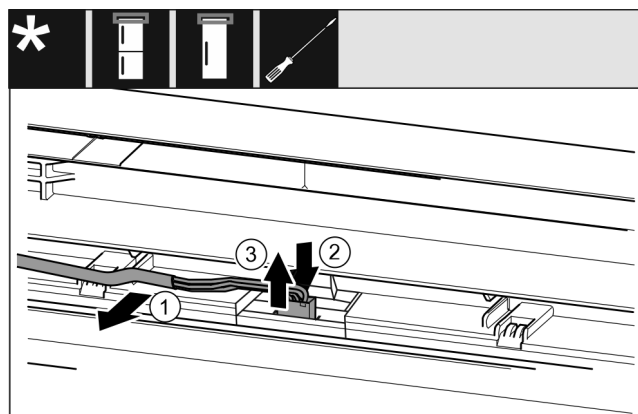

Fig. 7
- ▶ Iz vodila v vratih previdno potegnite sivi kabel. Fig. 7 (1)
- ▶ Spono za vtičem potisnite nazaj. Fig. 7 (2)
- ▶ Vtič previdno izvlcite navzgor. Fig. 7 (3)